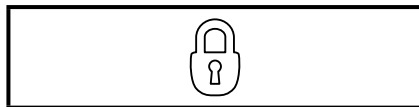

Fig. 22
2. Premere il comando SERRATURA/CLEAR-ERROR, per bloccare l'erogazione delle bevande. (Fig. 22)
3. Premere il comando SERRATURA/CLEAR-ERROR, per riabilitare l'erogazione delle bevande. (Fig. 22)